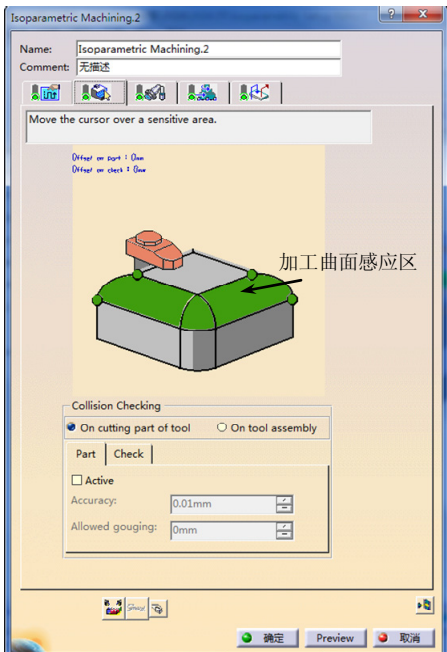

图 2-121 几何参数选项卡 (7)
单击“Isoparametric Machining.x”对话框中的, 切换到几何参数选项卡 (7), 如图 2-121 所示。